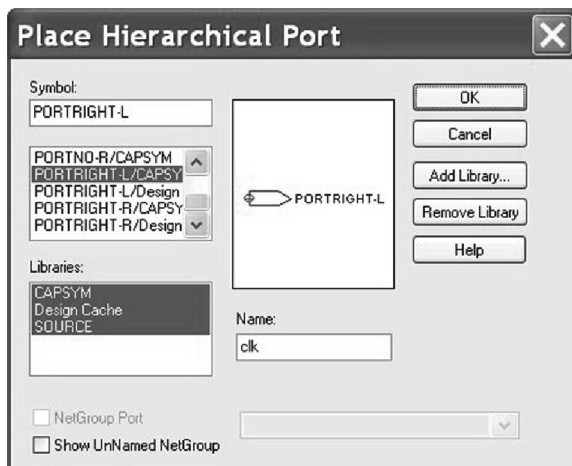

图 20.44 添加层端口，并命名为 clk
6. 选择 **Place > Hierarchical Port** 添加层端口。如图 20.44 所示，选择 PORTRIGHT - L 并将其命名为 clk。单击 OK 按钮将该端口添加至时钟电路的输出节点。然后在 VCC 节点放置名称为 VCC 的层端口。根据设计习惯和电路原理选择层端口的输入、输出形式。设置完成之后电路如图 20.41 所示。